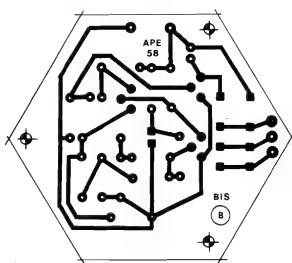

Fig. 4
**- FIG. 4 - LAY OUT DO CIRCUITO IMPRESSO ESPECÍFICO (RECEPTOR) -** Na mesma forma geral hexagonal, porém com dimensões um pouco maiores, a placa do MÓDULO RECEPTOR é vista também em escala 1:1, com seu padrão de ilhas e pistas "descomplicado", em plenos detalhes... Novamente enfatizamos a recomendação de se usar decalques na traçagem para um melhor resultado visual, prático e eletrônico... Aqui também, se o Leitor/Hobbysta tiver preferência utilizar uma caixa quadrada ou retangular, nada impede que o formato final da placa seja adaptado para uma norma quadrangular... As razões para a adoção da forma hexagonal são, contudo, as mesmas apresentadas na descrição da placa do MÓDULO EMISSOR... Nem é preciso dizer (mas mesmo assim, como somos uns "chatos de galocha", nesses aspectos, **vamos dizer...**) que ambas as placas, ao final de suas confecções, devem ser **rigorosamente** conferidas, eliminando-se eventuais defeitos, falhas, "curtos", etc., antes de se iniciar a inserção e soldagem das peças... Também recomendamos aos iniciantes que leiam com atenção as INSTRUÇÕES GERAIS PARA AS MONTAGENS, recolhendo **lá importantes** subsídios práticos para a boa utilização das técnicas de montagem em Circuito Impresso...